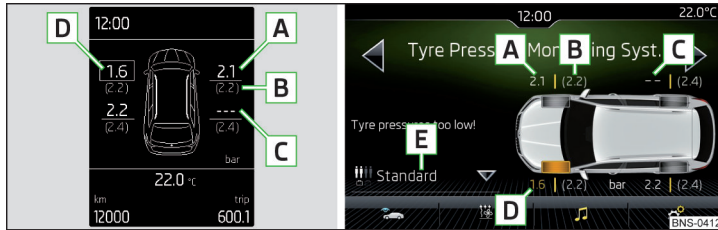

Abb. 313 Anzeigebeispiel im Display des Kombi-Instruments / Einstellungen im Infotainment
Display-/Bildschirmanzeige » Abb. 313
- › Im Menüpunkt *Reifendruckkontrolle* die Funktionsfläche **E** » Abb. 313 antippen.